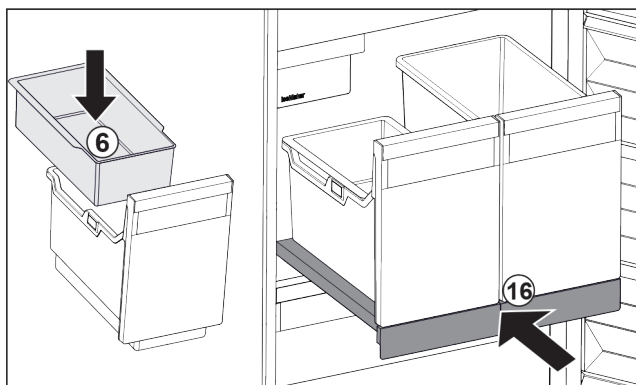

Fig. 107
- Поставете окачващата се поставка Fig. 107 (6) за ледени кубчета.
- Вкарайте изтеглящата се дъска със съдовете (IceTower). Fig. 107 (16)